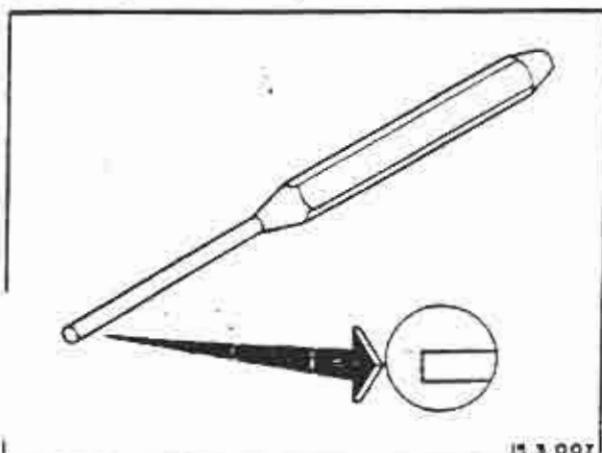

FIGURA 8
- . Remover os pinos-suportes (10) com a ferramenta especial 2697-017-227 (ver figura 8).
- . Remover a mola de distensão (12).
- . Remover as pastilhas (11).